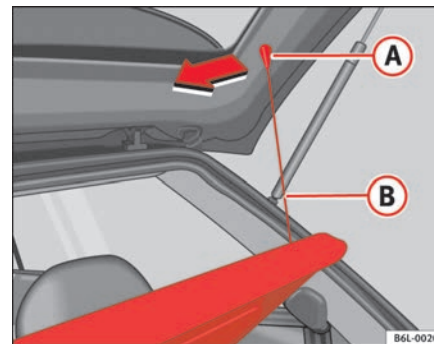

Abb. 90 Hutablage
- Die Streben ⇒ Abb. 90 (B) aus den Aufnahmen (A) aushängen.